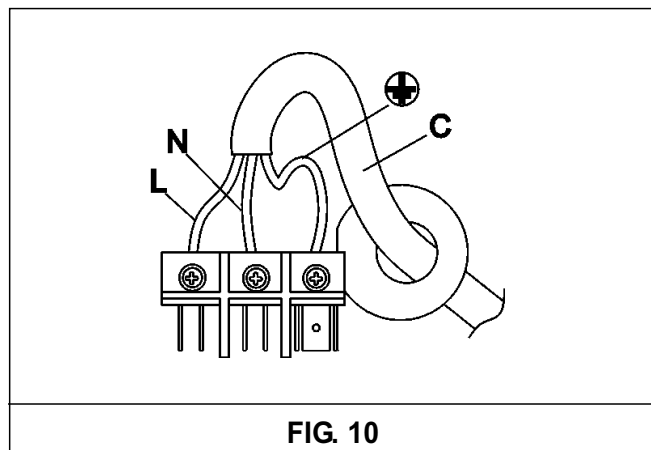

FIG. 10
- montez sur le câble d'alimentation "C" une fiche normalisée (s'il en a pas) (cfr. fig. 10), adaptée à la charge indiquée sur l'étiquette signalétique. Branchez les conducteurs dans le respect du schéma de la fig. 10 et des indications suivantes: